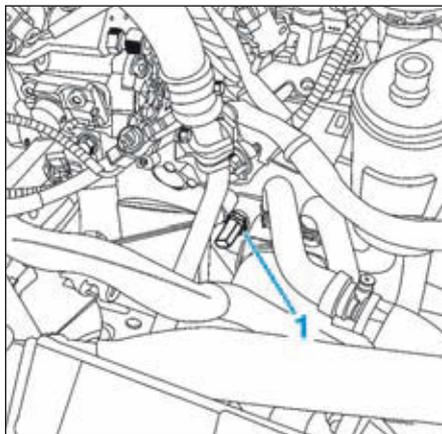

FIG.18
- Débrancher puis déposer le manocontact de pression d'huile (1) (Fig.18).